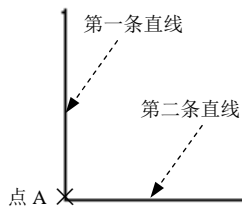
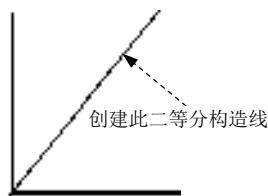

图 2.1.15 绘制“二等分”构造线 (一)
图 2.1.16 绘制“二等分”构造线 (二)
下面以图 2.1.15 和图 2.1.16 所示为例, 说明绘制二等分构造线的一般操作步骤。
Step1. 首先创建图 2.1.15 所示的两条直线。
Step6. 定义角的端点。在命令行**指定角的端点**的提示下, 选取第二条直线上的任意一点作为角的端点。此时系统便绘制出经过两条直线的交点且平分其夹角的构造线, 如图 2.1.16 所示。